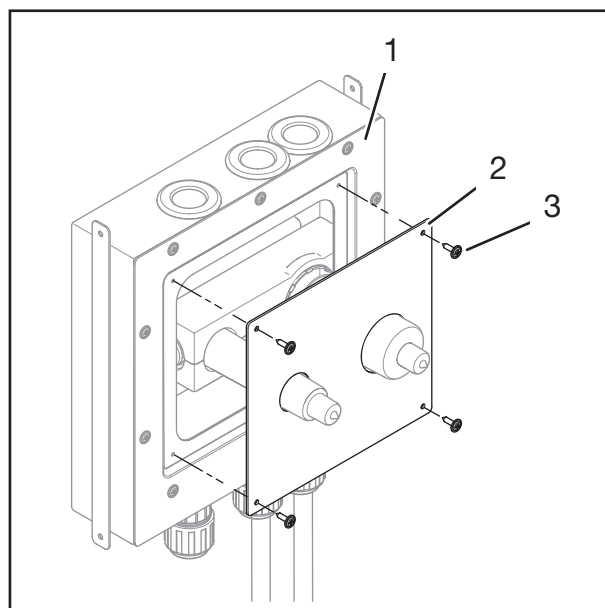

Fig. 12: Montering av servicelucka
1. Positionera serviceluckan (fig. 12/2) på ramen (fig. 12/1).
2. Skruva fast serviceluckan (fig. 12/2) på ramen (fig. 12/1) med fyra TX 20-skrivar (fig. 12/3).